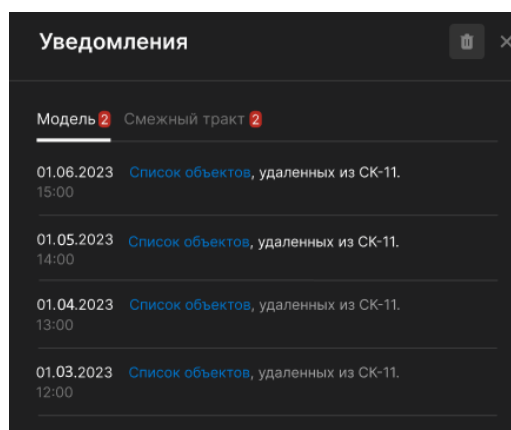

Рисунок 3.9 Разделы на форме «Уведомления»
2. Прочитать уведомления на форме «Уведомления». Форма «Уведомления» содержит два раздела (Рисунок 3.9): модель и смежный тракт.
В разделе «Модель» отображаются уведомления, которые формируются в системе при выявлении удаления объектов корпоративной НСИ в сервисе «СК-11» (Рисунок 3.9).